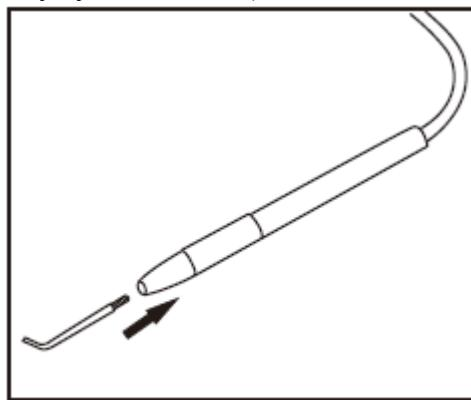

Рис. 30
- 5) Вставьте в тестовую рукоятку зубной зонд. (Рис. 30)